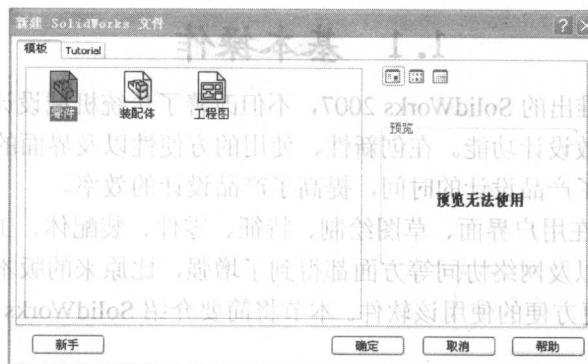
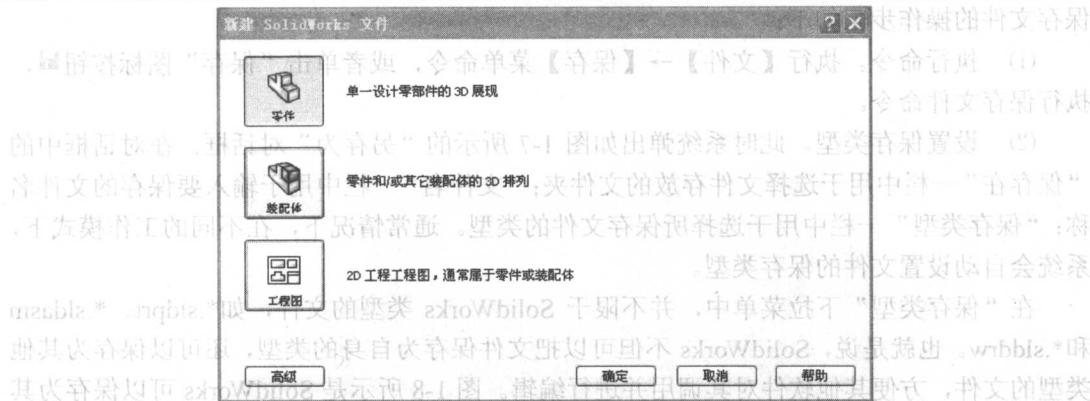

图 1-3 “新建 SolidWorks 文件”对话框
图 1-4 新手版本“新建 SolidWorks 文件”对话框
(1) 执行命令。执行【文件】→【新建】菜单命令，或者单击“标准”工具栏中的“新建”图标按钮□，执行新建文件命令。
(2) 选择文件类型。此时系统弹出如图 1-3 所示的“新建 SolidWorks 文件”对话框。在该对话框中有零件、装配体及工程图 3 个图标。单击对话框中需要创建文件类型的图标，然后单击“确定”按钮，就可以建立相应类型的文件。
高级版本在各个标签上显示模板图标对话框，当您选择某一文件类型时，模板预览出现在预览框中。在该版本中，用户可以保存模板添加自己的标签，也可以选择 tutorial 标签来访问指导教程模板，如图 1-3 所示。
单击图 1-3 中的“新手”按钮就会进入新手版本显示模式，如图 1-4 所示。该版本中使用较简单的对话框，提供零件、装配体和工程图文档的说明。